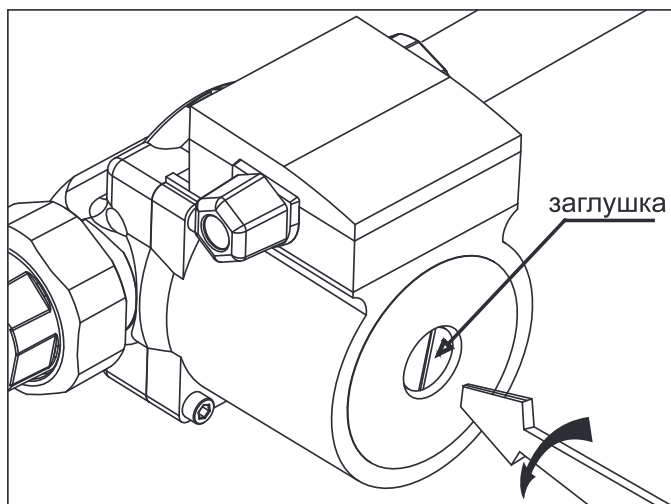

Рис.9 Удаление воздуха из насоса
- выкрутить винт и ослабить заглушку для удаления воздуха, защитив электрические части от попадания жидкости или пара **Рис.9;**